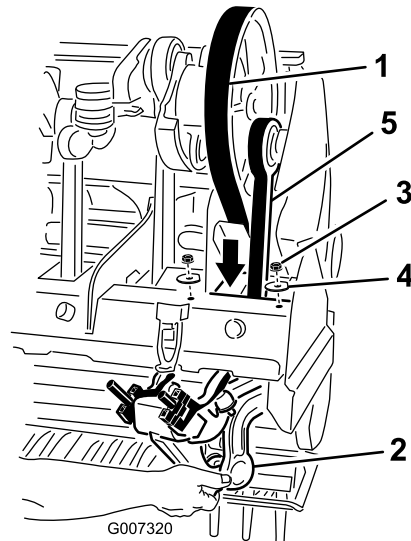

Bild 39
5. Lösen und nehmen Sie die zwei Sicherungsmuttern und Scheiben ab, mit denen der RotaLink-Stoßdämpfer für den Stampfarm Nr. 1 befestigt ist (Bild 39).
- Verlegen Sie den Treibriemen nach unten durch den Aerifizierkopffahmen und um das untere Ende des Stampfarms Nr. 1 Bild 39 herum.